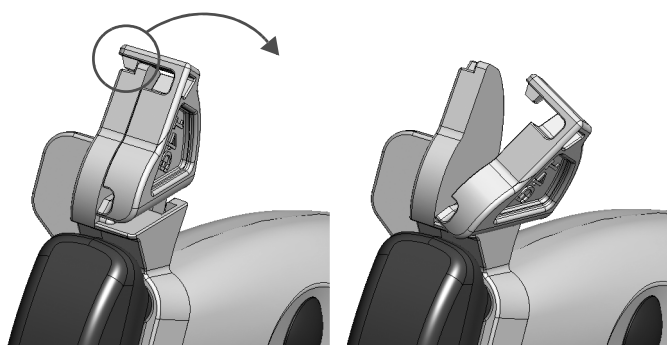

图 9。按下即可在 8862 型开颅探头上释放穿刺架。
- 1 使用左手握住探头。右手仔细向侧面推动穿刺架插件，直到打开（见图 9）。